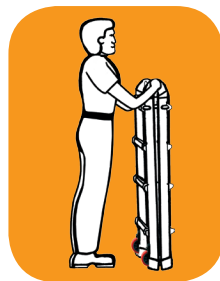

Fig H-1
1. Houdt het ladderdeel met wielen naar u toe. Kantel de ladder op de wielen. Houdt de bovenste sport vast en trek ze achter u aan.(fig H-1, H-2)
Avec les roues dirigées vers vous, basculez l'échelle sur les roues. Prenez l'échelon supérieur et tirez l'échelle derrière vous.(fig. H-1, H-2)